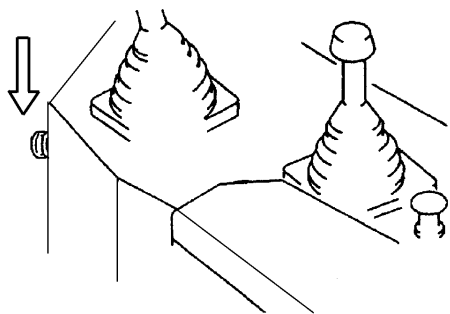

FIGURA 1-14
1.6.2 – BOTÃO DA BUZINA (FIGURA 1-14)